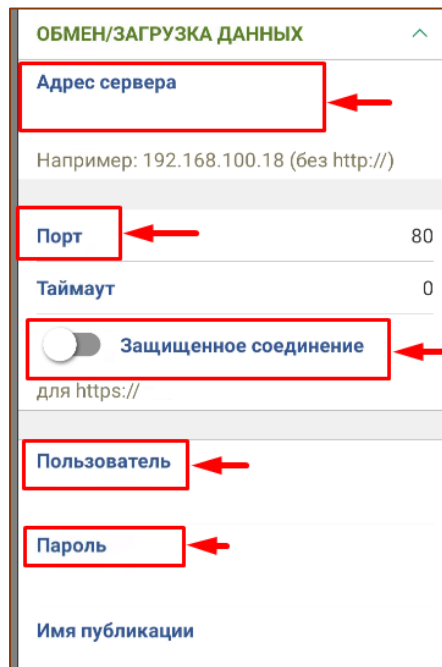

Рис. 5.5 – Настройка параметров загрузки
1. В настройках заполнить поля (Рис. 5.5):